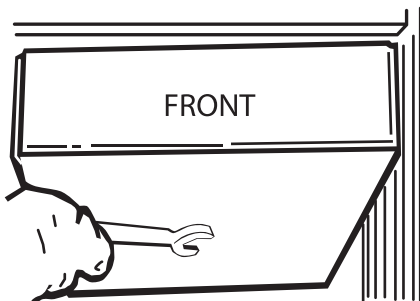

Рисунок 10.
3. Отвинтите гайку, расположенную в центральной части трамбуемого элемента, при помощи накидного ключа 1/2 дюйма (Рисунок 10).